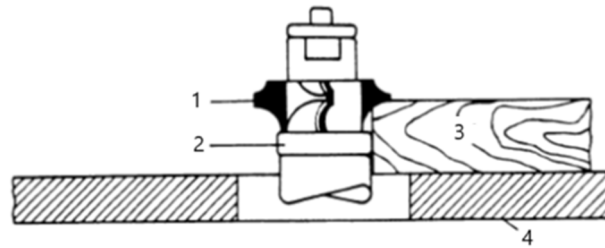

Figura 7
1. Ao utilizar o colar abaixo do cortador, figura 7, o progresso do corte pode ser observado em todos os momentos. Uma desvantagem desse método é que qualquer levantamento acidental da peça pode danificar a madeira e danificá-la.